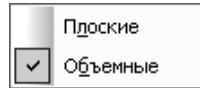

Рис. 1.45. Всплывающее меню пункта **Вид корешков вкладок** контекстного меню **Панели свойств**
- щелкните в контекстном меню по пункту **Вид корешков вкладок** (см. рис. 1.45). Появится всплывающее меню, показанное на рис. 1.45.